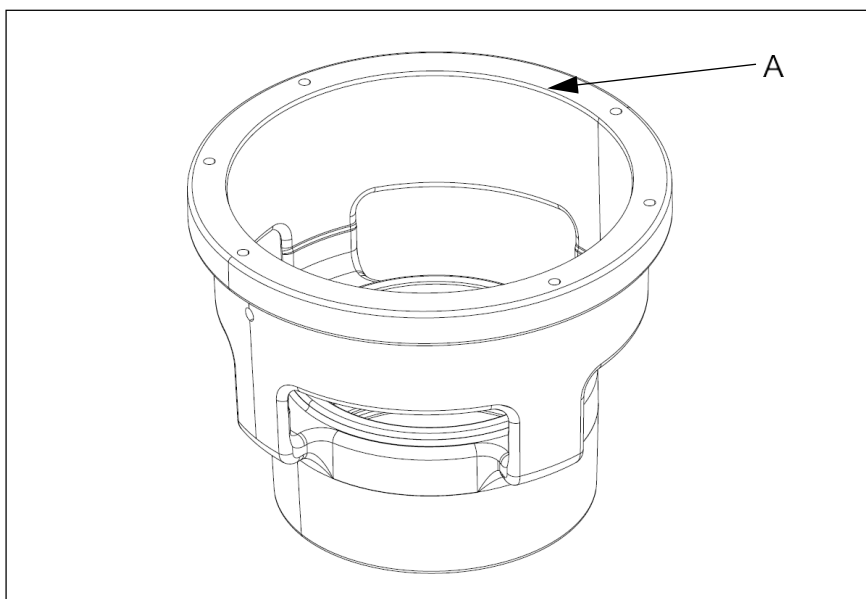

Fig. 13:
3. Compruebe la superficie del cojinete (A, Fig. 13) para ver si hay un desgaste excesivo o fracturas por tensión en la fundición de aluminio.